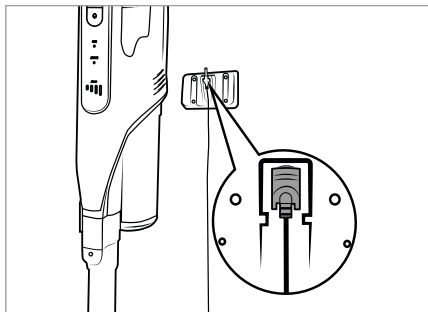

Fig. 6
- ▶ Produktet er udstyret med en temperaturovervågning til beskyttelse af batteriet ②. Ved høje omgivelsestemperaturer kan opladningen af produktet i sjældne tilfælde blive afbrudt, eller produktet kan blive slukket automatisk:
- Batteriindikatoren ②⑤ blinker med et interval på et sekund, når produktet oplades. Opladningen afbrydes og genoptages automatisk, når produktets temperatur er faldet igen.
- Batteriindikatoren ②⑤ blinker fem gange med et interval på et sekund, når produktet anvendes. Produktet slukkes automatisk. Lad produktet køle af i ca. 20-30 minutter, før det tændes igen.
- ◆ Sæt støvsugeren i vægholderen ⑮ ovenfra, så hulstikket ⑪ går ind i ladestikket ③ på undersiden af produktet. Batteriindikatoren ②⑤ begynder at blinke, og opladningen starter (se fig. 6 og 7).